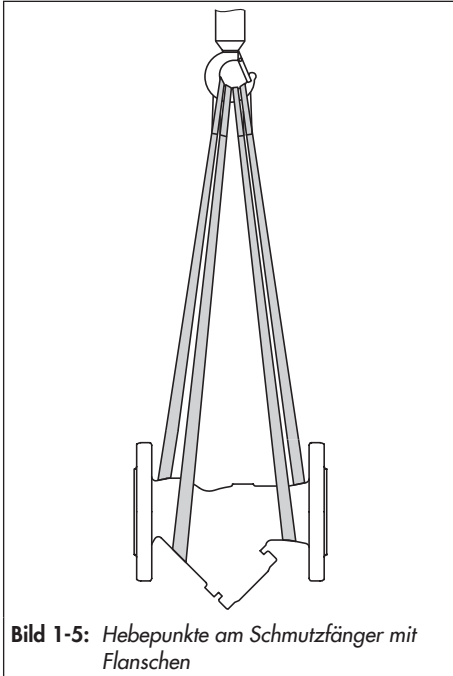
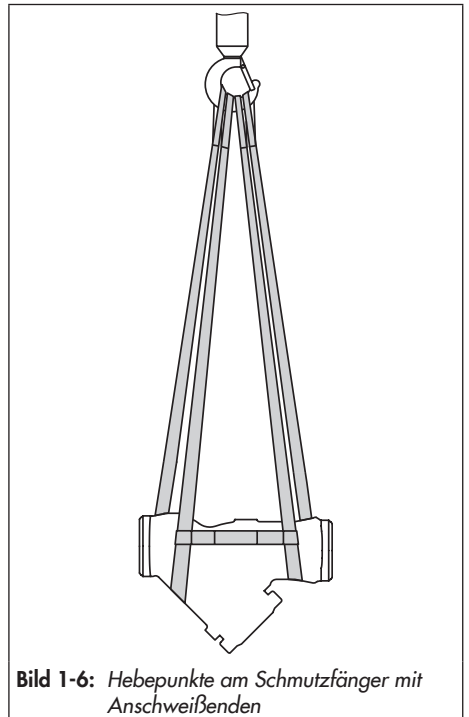

Bild 1-5: Hebepunkte am Schmutzfänger mit Flanschen
Bild 1-6: Hebepunkte am Schmutzfänger mit Anschweißenden
1. Je eine Hebeschlinge an den Flanschen des Gehäuses und am Tragmittel (z. B. Haken) des Krans oder Gabelstaplers anschlagen, vgl. Bild 1-5.
1. Je eine Hebeschlinge an den Anschweißenden des Gehäuses und am Tragmittel (z. B. Haken) des Krans oder Gabelstaplers anschlagen, vgl. Bild 1-6.
SAMSON empfiehlt, als Tragmittel einen Haken mit Sicherheitsverschluss zu verwenden (vgl. Bild 1-5 und Bild 1-6). Der Sicherheitsverschluss verhindert, dass die Anschlagmittel beim Heben und Transportieren vom Haken rutschen.